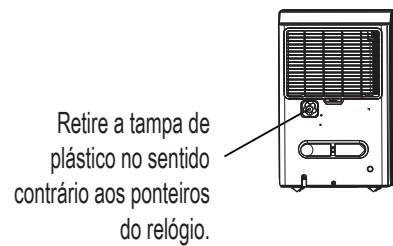
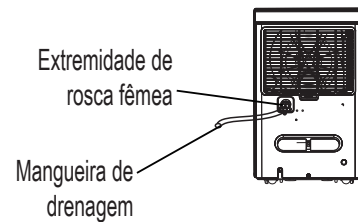

Fig.9
Fig.10
- Retire a tampa de plástico da saída de drenagem traseira do aparelho e coloque-a de lado, em seguida, insira a mangueira de drenagem na saída de drenagem do aparelho e conduza a mangueira de drenagem para o ralo do piso ou para uma instalação de drenagem adequada. (Veja. Fig.9 e Fig.10)